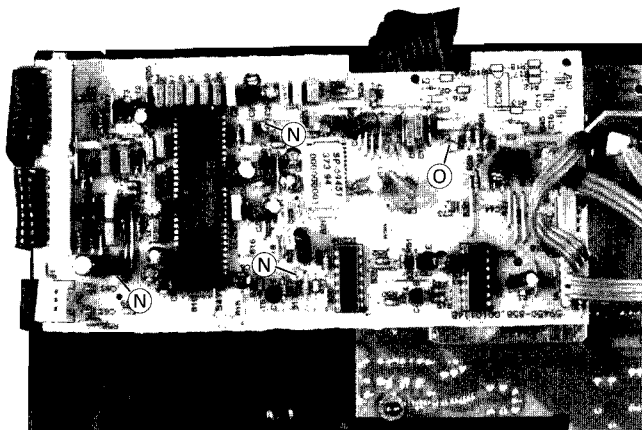

Fig. 11
- 3 Schrauben (N) und Schraube (O) herauserschrauben (Fig. 11).